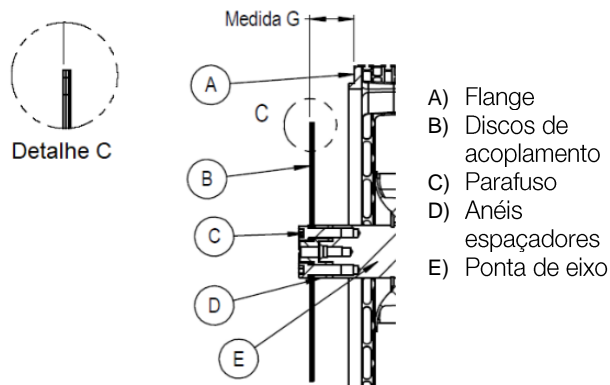

Figura 4.13: Procedimento para alteração da medida G
Caso seja necessário alterar a medida "G", a posição dos discos de acoplamento (E) deve ser alterada. Para isso basta retirar ou adicionar os **anéis espaçadores (I)**, conforme indicado na Figura 4.13.